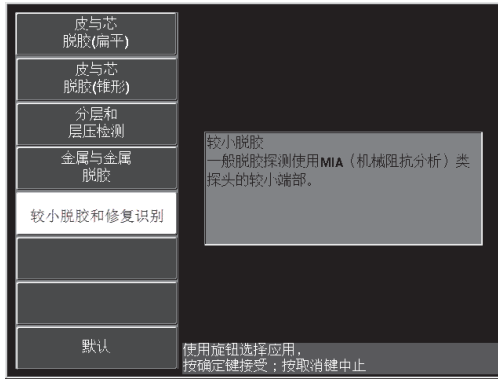

图 6-30 较小脱胶和修复识别应用
3. 选择 **Smaller Disbonds and Repair Identification**（较小脱胶和修复识别）应用，然后按确定键（✓）接受（参见第 142 页的图 6-30）。